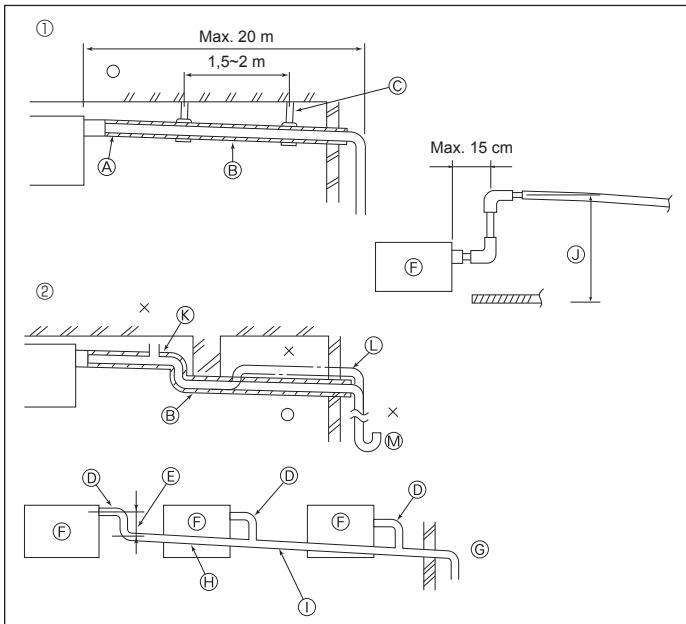

Fig. 3-4
3.4. Installazione della tubazione di drenaggio (Fig. 3-4)
- ① Tubazione corretta
- ② Tubazione non corretta